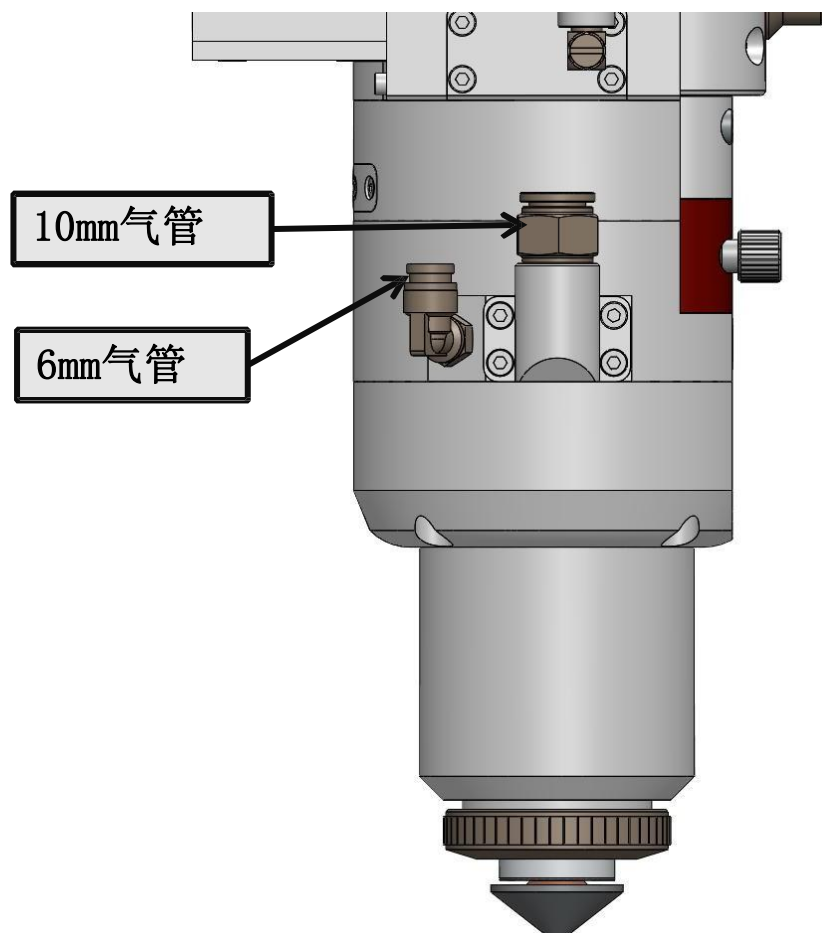

图1.5
- ① 输入口接10mm气管，如下图1.5所示，用于对接切割气体，输入压力 $<3.0\text{Mpa}$ 。
- ② 输入口接入6mm气管，如下图1.5所示，用于对接冷却气体，输入压力 $<0.6\text{Mpa}$ 。